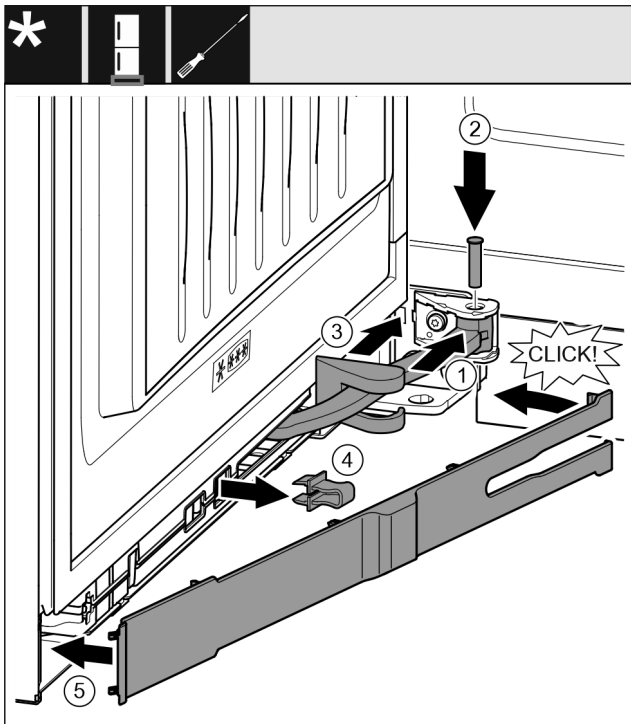

Fig. 41
- ▶ Ruotare il giunto Fig. 41 (1) nella sospensione.
- ▶ Con un cacciavite Fig. 41 (2) inserire i perni nella sospensione e nel giunto. Assicurarsi che la camma di arresto sia posizionata correttamente nella scanalatura.
- ▶ Spostare la copertura del blocco di supporto Fig. 41 (3) lungo il giunto e montarla sulla sospensione.
- ▶ Rimuovere il fusibile Fig. 41 (4).
- ▶ Applicare la maschera Fig. 41 (5) dal lato della maniglia e ruotarla verso l'interno.